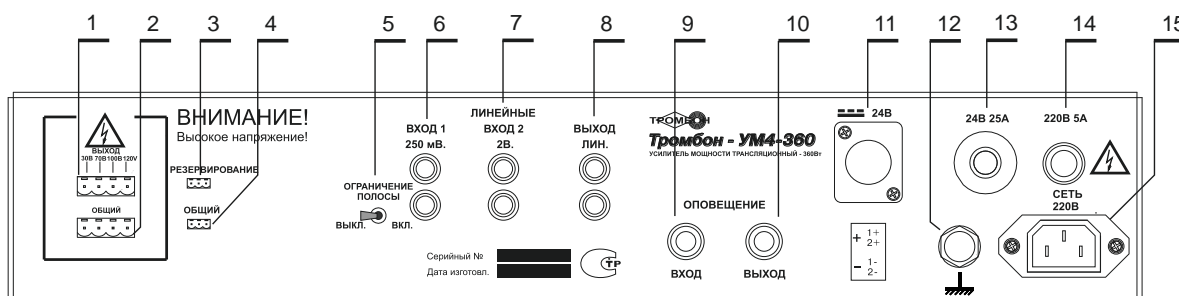
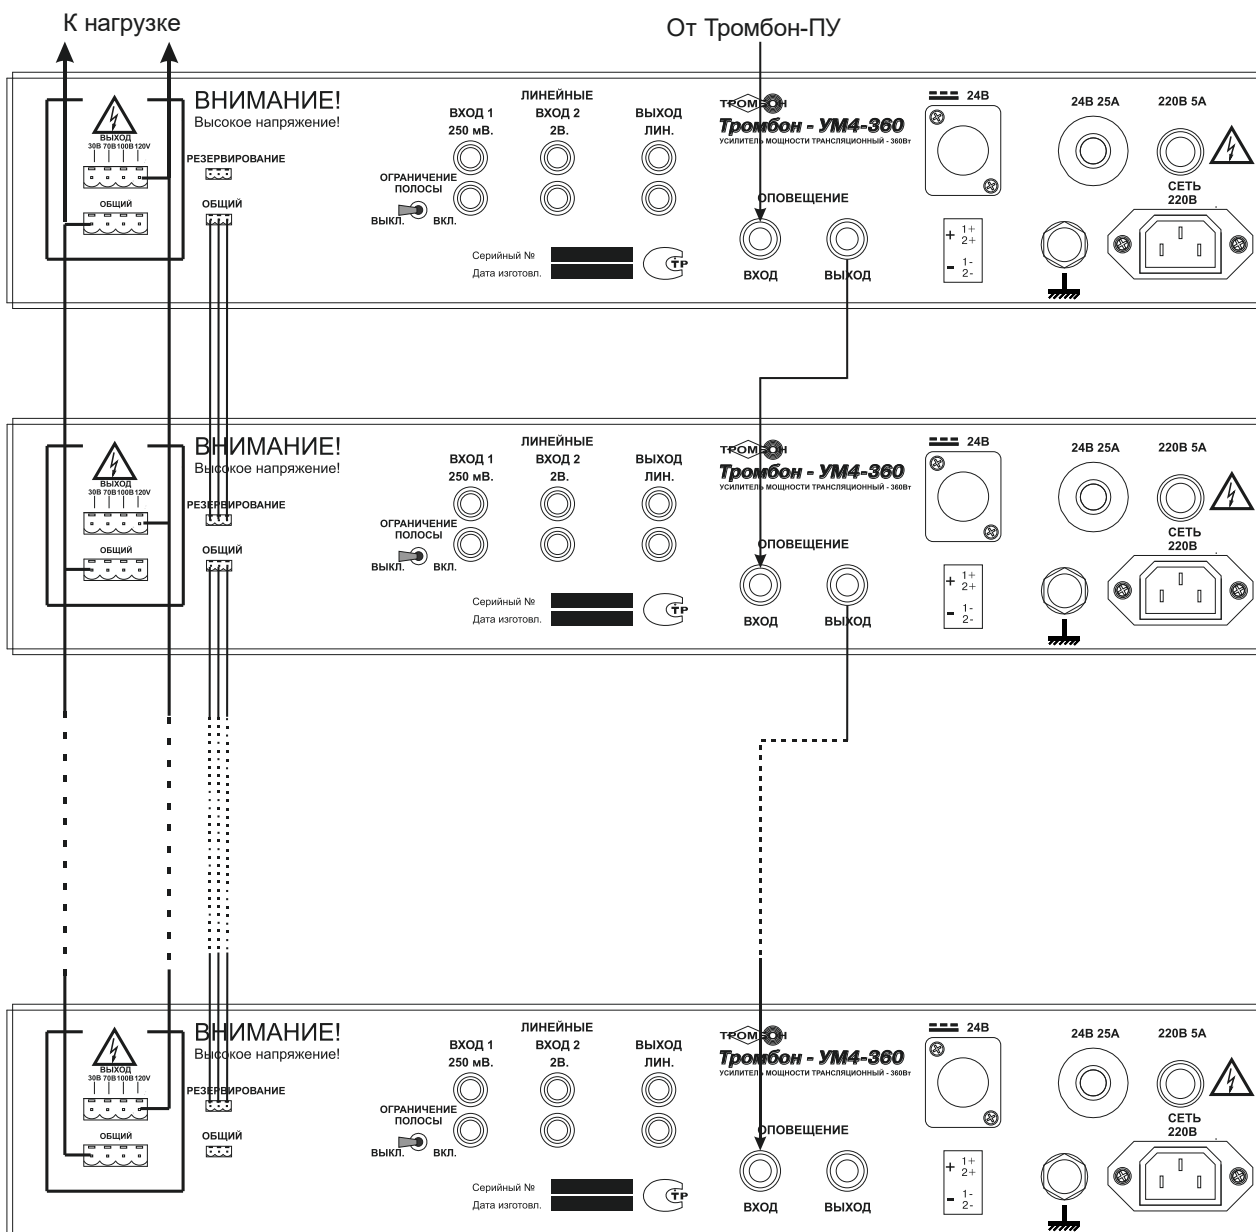

Рис. 2 Эскиз задней панели Усилителя
Рис. 5
Для резервирования усилителей задействуются разъёмы «РЕЗЕРВИРОВАНИЕ» и «ОБЩИЙ» (рис.2 поз.3 и поз.4). При резервировании усилителей разъём «РЕЗЕРВИРОВАНИЕ» - входной, разъём «ОБЩИЙ» - выходной. Включаются усилители по этим разъёмам последовательно друг за другом. Выходные разъёмы основного и резервного усилителей «30 70 100 120V» и «ОБЩИЙ» (рис.2 поз. 1 и поз.2) включаются параллельно. По входам «ОПОВЕЩЕНИЕ» (рис.2 поз.9 и поз.10) усилители подключаются последовательно друг за другом. Схема подключения усилителей при резервировании представлена на рис. 5 в Приложении.
8. Выключатель ограничения полосы усилителя (рис.2 поз. 5) должен быть включён при работе усилителя на рупорные громкоговорители. Это вызвано тем, что наиболее эффективно рупорные громкоговорители имеют наибольшую отдачу в полосе частот 250 – 6500 Гц. При подаче на рупорный громкоговоритель широкополосного сигнала (100 – 20000 Гц) его звуковое давление падает на 30 – 50% от паспортного.